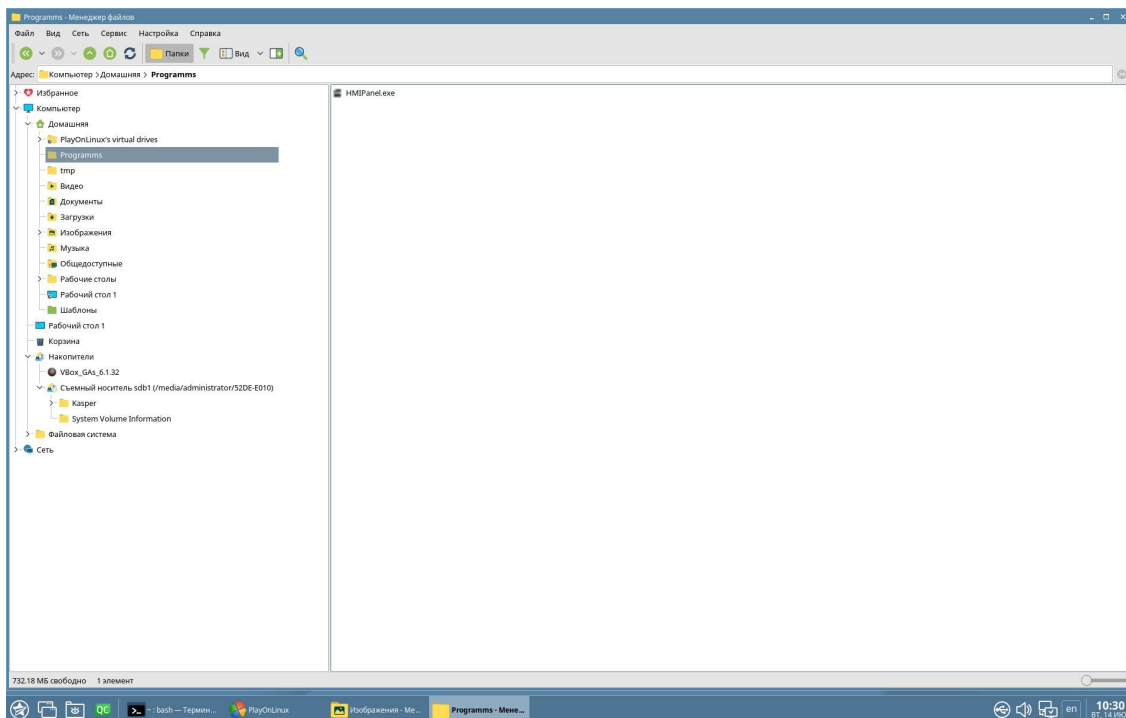

Рис. 9.20 Домашняя директория в Astra Linux
1. Создайте в домашней директории папку, где будет установлено приложение, например, Programs и скопируйте в неё приложение NMISKO. В файловой системе Linux домашняя папка администратора находится по адресу /home/administrator. В стандартном менеджере файлов Astra Linux на этот адрес будет ссылаться ярлык «Домашняя» (Рис. 9.20).